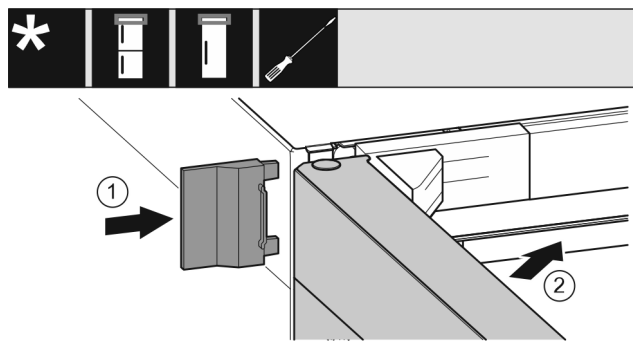

Fig. 28
- ▶ Montați capacul exterior Fig. 28 (1).
- ▶ Închideți ușa superioară Fig. 28 (2).